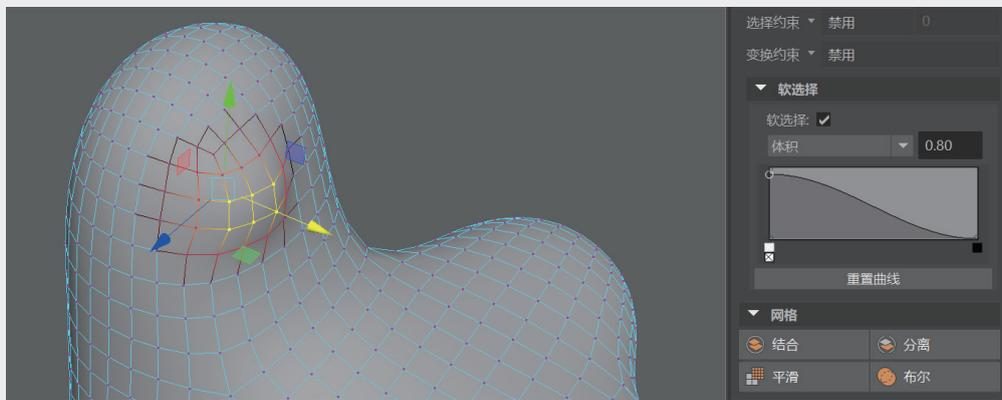

图3-51
**步骤6:** 在“建模工具包”中选中“软选择”复选框，如图3-51所示。“软选择”可以在对选定范围的锚点进行调整时，同时影响周边点的形态变化，以便让结构更自然，不至于产生断层、切面的现象。